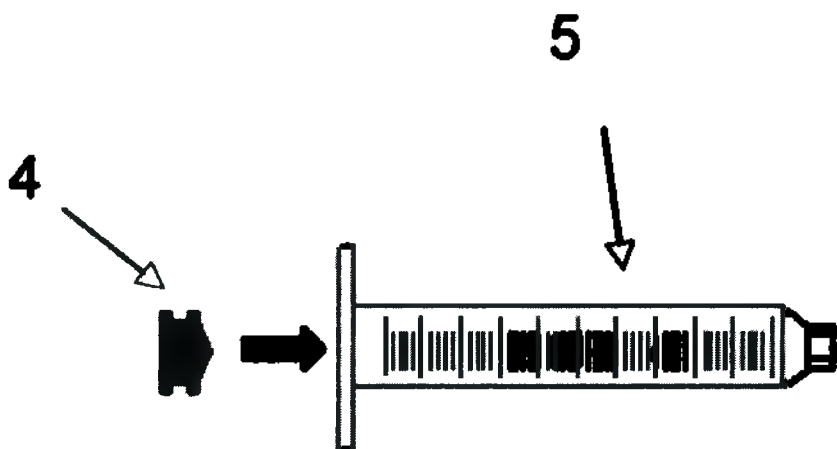
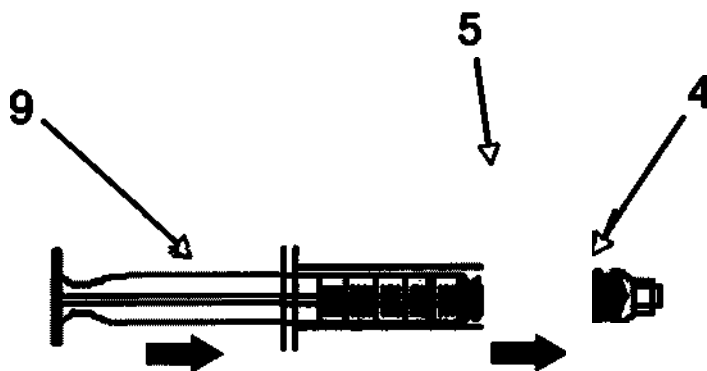

рис. 4.19. Настройка экстракции вязкой жидкости.
рис. 4.20. Настройка экстракции вязкой жидкости.
4. Вставьте черный поршень в цилиндр шприца и, пользуясь плунжером, надавите на поршень, чтобы до конца переместить его к наконечнику шприца. (См. рис. 4.19 и рис. 4.20.)